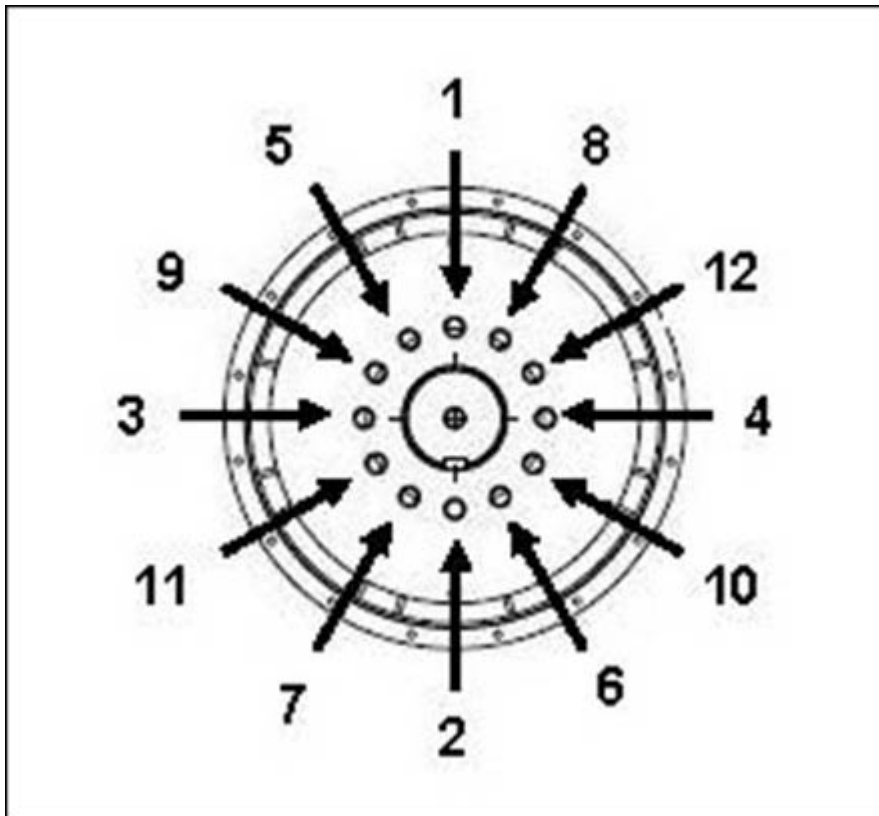

FIGURE 22. SÉQUENCE DE FIXATION AU MOYEU
4. Serrer les vis du disque d'accouplement, le cas échéant, dans l'ordre indiqué sous Figure 22 à la page 41.